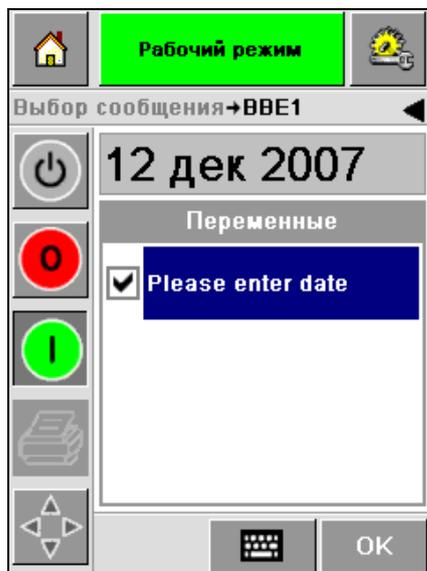

Рисунок 5-9: Отмечено
- 4 CLARiTY автоматически вернется к списку изменений задания, где будет стоять значок в поле даты (Рисунок 5-9 на странице 5-8).